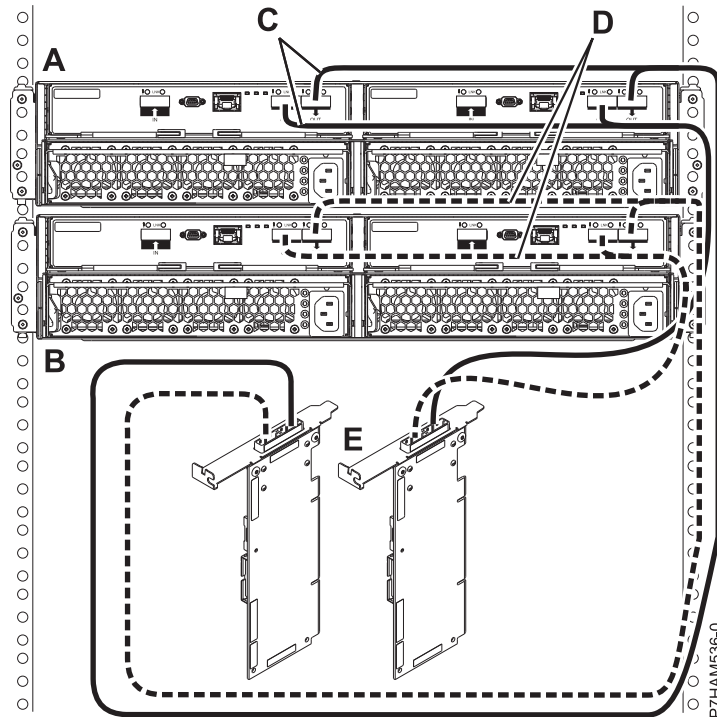

図 15. 1 対の SAS アダプター・ペアへの YO ケーブルを使用した、2 台の 5887 ディスク・ドライブ・エンクロージャー のモード 1 接続
15. 1 対の SAS アダプター・ペア (E) への YO ケーブル (C および D) を使用した、2 台の 5887 ディスク・ドライブ・エンクロージャー (A および B) のモード 1 接続を行います。18 ページの図 15 を参照してください。